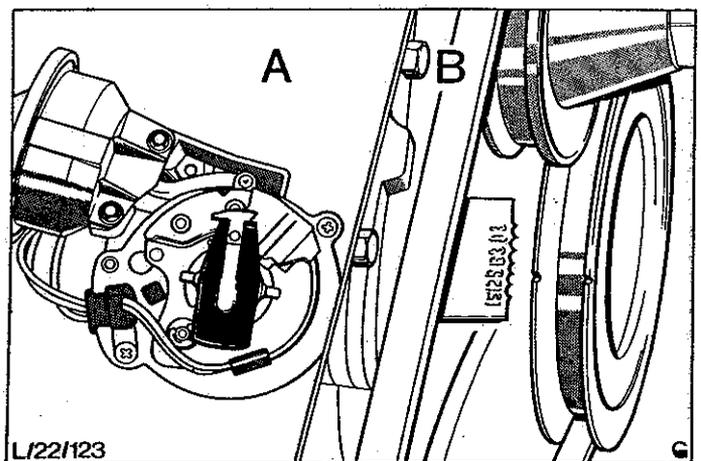

Abb.66 V6-Motor und Verteilerläufer auf 9° v.O.T.
- c) Motor auf 9° v.O.T. drehen, Abb.66. Dabei steht der Verteilerläufer auf Markierung auf Verteilerdeckel.